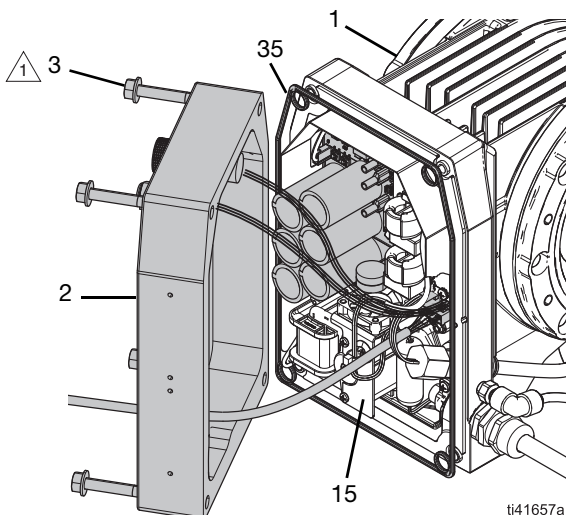

FIG. 2: Kontrollkåpa
3. Ta försiktigt bort kontrollkåpan (2);
- a. Luta försiktigt kontrollkåpan (2) bort från kontrollkortet (15). Se FIG. 2.
- b. Koppla bort alla kablar från kontrollkåpan (2) till kontrollkortet (15). Se **Elektriska kopplingsscheman**, sidan 44.
3. Installera kontrollkåpan (2):
- a. Håll försiktigt kontrollkåpan (2) på plats i en vinkel nära kontrollkortet (15). Se FIG. 2.
- c. Anslut kablar från kontrollkåpan (2) till kontrollkortet (15). Se **Elektriska kopplingsscheman**, sidan 44.